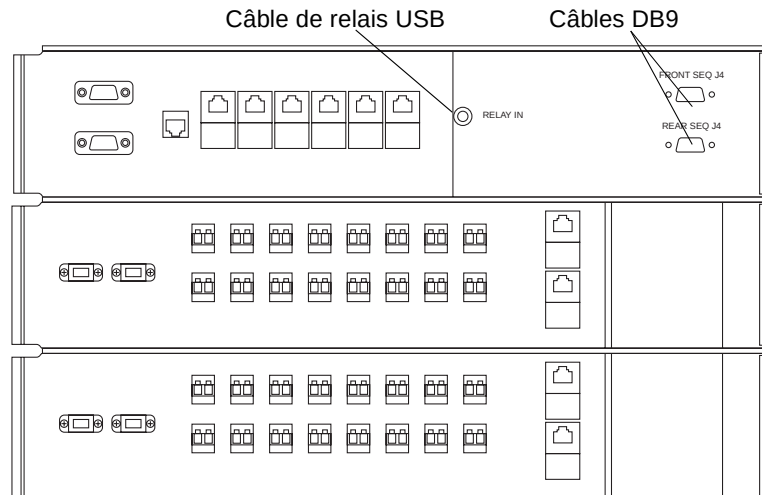

FIGURE B-2 Connexions pour les séquenceurs d'alimentation avant et arrière à l'intérieur du panneau de service du coffret de base
2. **Vous verrez deux câbles DB9 lâches, près du panneau de relais, à l'arrière du panneau de service principal. Branchez le câble J14 to PP Front Seq J14 In à la connexion FRONT SEQ J14 et le câble J14 to PP Rear Seq J14 In à la connexion REAR SEQ J14, à l'arrière du panneau de service principal (voir FIGURE B-2).**